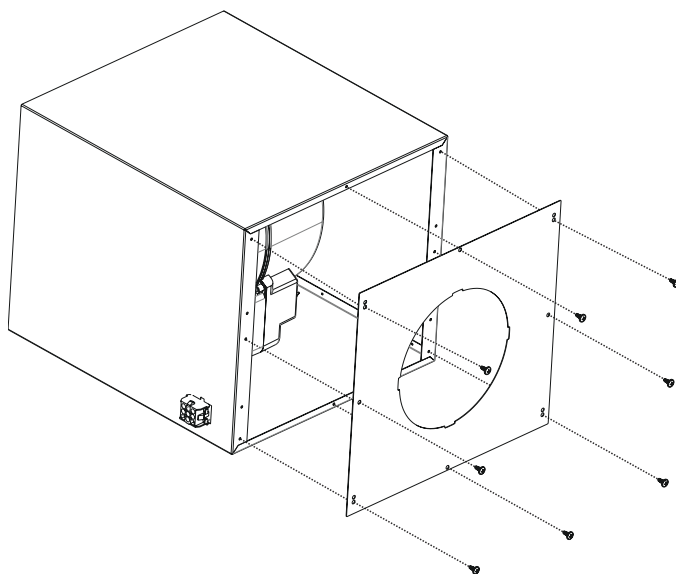

Fig. 17
4. ▶ Montera nu adapterplattan med ett runt hål för att tillsluta motorhusets öppna ände. Skruva fast plattan med 8st skruvar (Fig. 17).